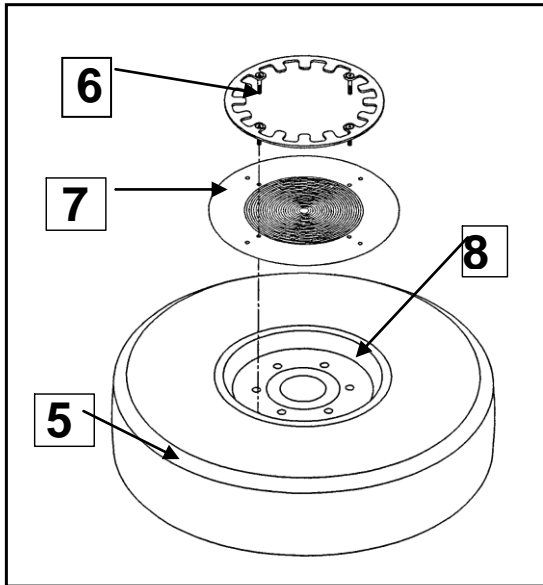

Рис.3
- Для начала колесо (5), на которое должно быть установлено кольцо (6), должно быть демонтировано (Рис. 3).
- Расположите шаблон по 4 длинным болтам кольца (6) положите сверху кольцо и выровняйте его в центральном положении по отношению к краю диска, к отверстию под ступицу и ко всем круглым формам колеса, пользуясь шаблоном. Это можно сделать как с наружной, так и с внутренней стороны колеса (Рис. 3).
- После этого нужно отметить отверстия (8) и просверлить диаметром 10,5 мм (Рис. 3).